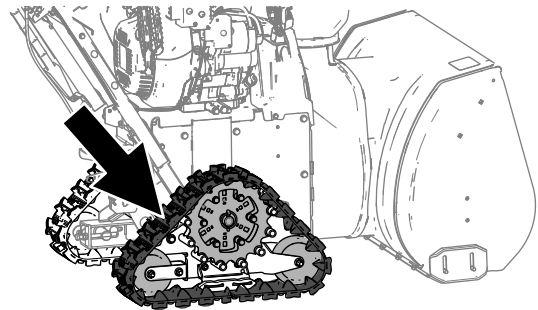

Figura 25
2. Aplicați o forță de 44 N între rola din mijloc i cea din spate (Figura 25).